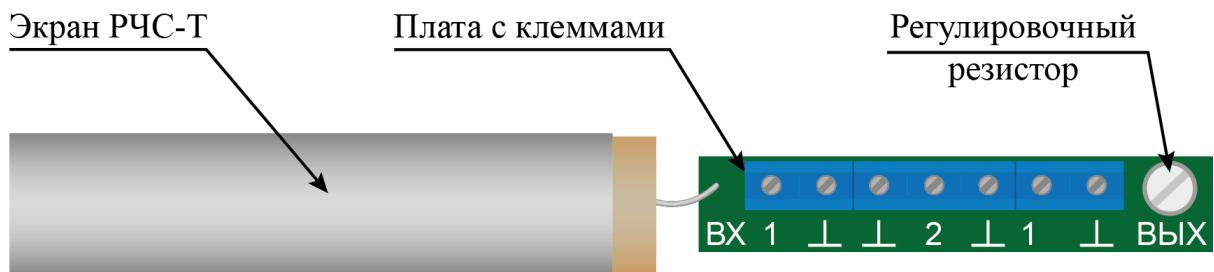

Рисунок 7.32
– отсоединить гермоводы каждого РЧС-Т, вынуть экраны с платой (рисунок 7.32), выдвинуть платы из экрана для обеспечения доступа к регулировочному резистору;
– установить регулировочный резистор (рисунок 7.32) каждого РЧС-Т в положение максимальной чувствительности (вращать по часовой стрелке до упора), при этом сигнальный светодиод БОС может загореться;